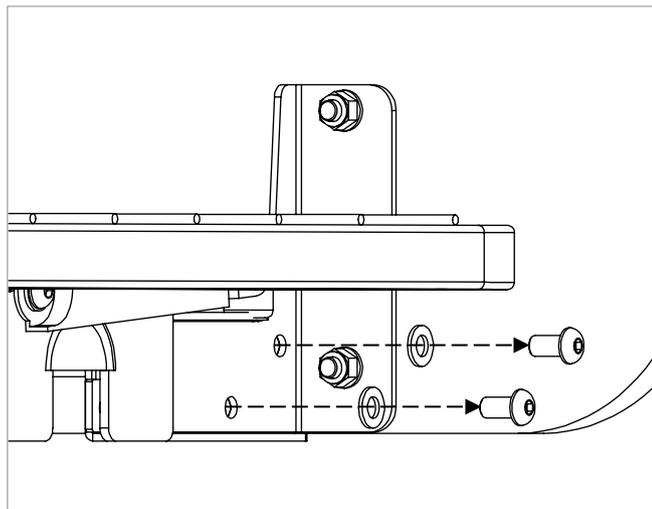

Figure 12.1
1. Dévissez les boulons indiqués de chaque Figure 12.1 côté du lit et conservez les boulons et les rondelles.